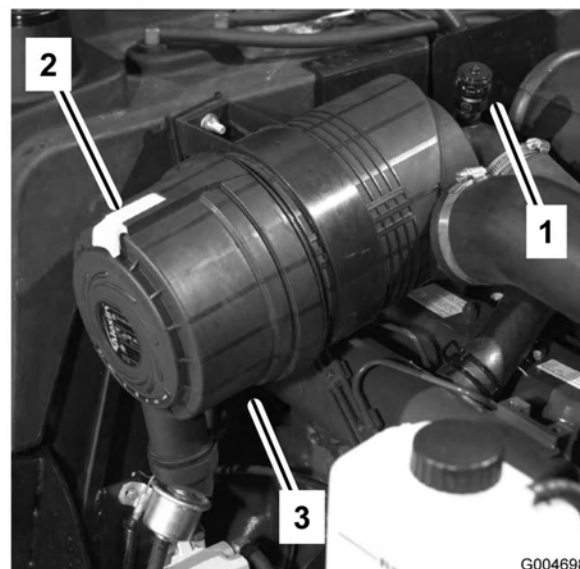

Figura 46
1. Puxe o trinco para fora e rode a cobertura do filtro de ar no sentido contrário ao dos ponteiros do relógio (Figura 46).
7. Instale a tampa orientando a válvula de saída de borracha (Figura 46) para uma posição descendente – entre aprox. 5:00 e 7:00, na perspectiva extremidade. Fixe o trinco.